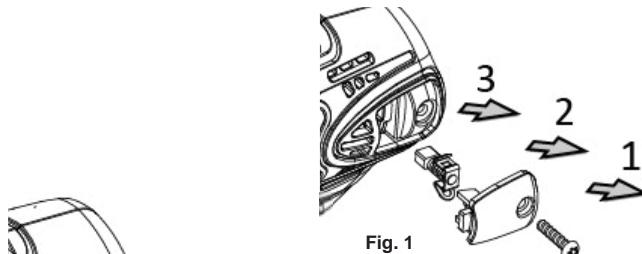

Fig. 1
A. Gebruik een schroevendraaier om de schroef uit het achterklep van de behuizing los te draaien en haal de koolborstels uit zowel de rechter- en linkerkant. (Zie fig.1).